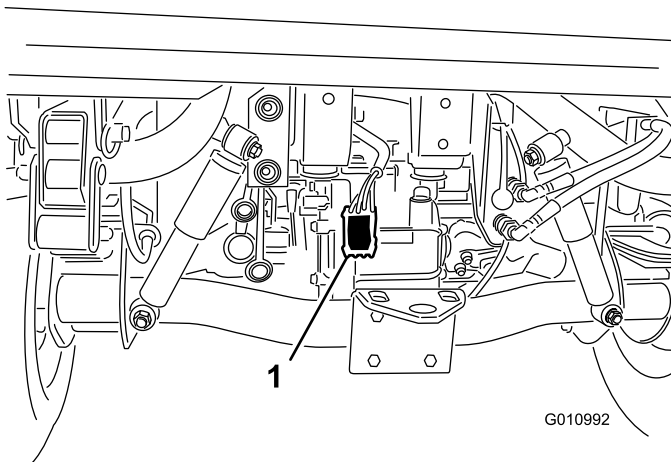

Bild 7
4. Verlegen Sie den Kabelbaum am Hauptkabelbaum des Fahrzeugs entlang zum Heck des Fahrzeugs (Bild 7).